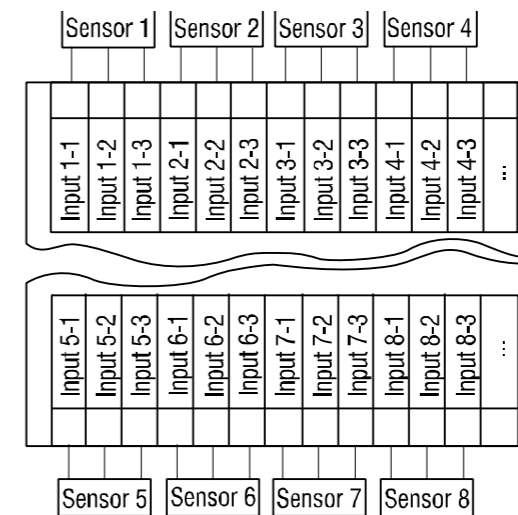

Fig. 4 Conexiones en entrada (Input = Entrada)
- Las entradas deben ser cableadas según las figuras Fig. 4...10.